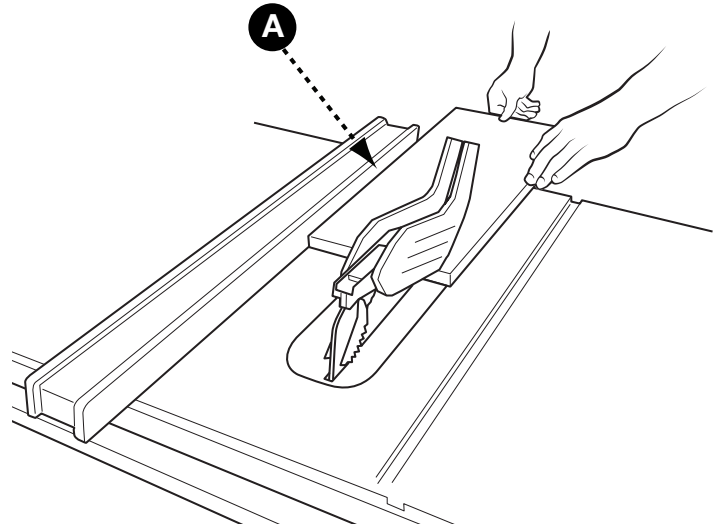

FIGURE 20
8. Tenir la pièce à plat sur la table et contre le guide (A). La pièce doit avoir un bord droit contre le guide et ne doit pas être déformée, tordue ou courbée. Voir la position appropriée des mains sur la figure 20.